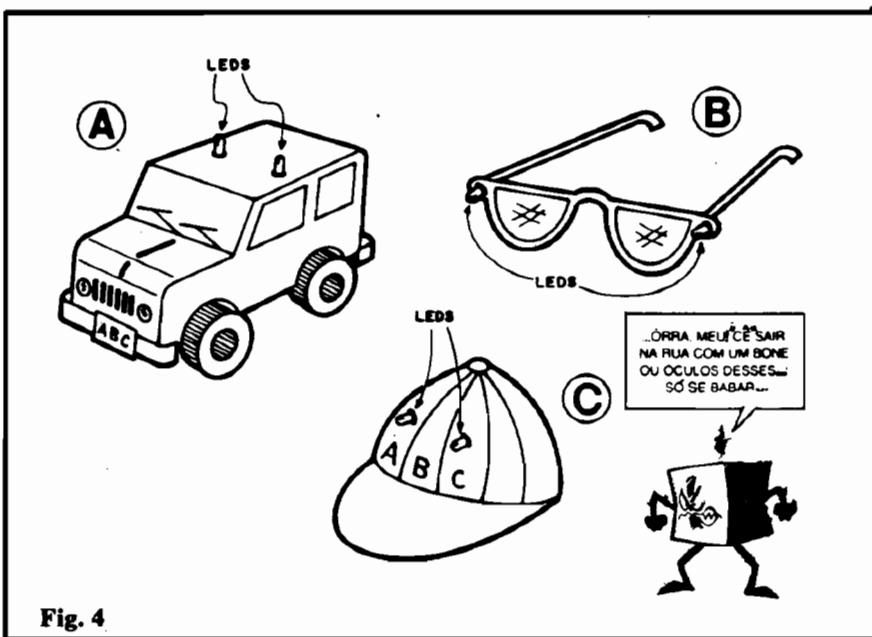

Fig. 4
- FIG. 4 - Sugestões para instalação ou utilização do PISCA-PISCA ALTERNADO BICOLOR. Com um mínimo de bom senso e atenção nas ligações, tanto as pilhas quanto os próprios LEDs poderão situar-se fisicamente longe da barra com o circuito (basta fazer a conexão com fios finos e longos, isolados, cuidadosamente identificados quanto às suas polaridades e funções...). A figura dá algumas idéias (o Leitor/Aluno, colocando os neurônios em ação, encontrará “um monte” de possibilidades interessantes...):
- 4-C - Sugestões parecida com a da fig. 4-B. Os LEDs podem ser instalados na parte frontal, superior ou pala de um boné ou chapéu. Circuito e pilhas podem ficar tanto dentro do próprio boné (condição básica: boné grande e...